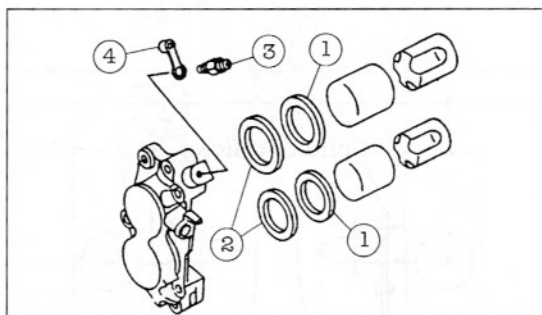

Bild 275
- Staubdichtungen ① (Bild 275) und Kolbendichtringe ② hineindrücken und mit Schraubendreher heraushebeln, wobei diese zerstört werden.